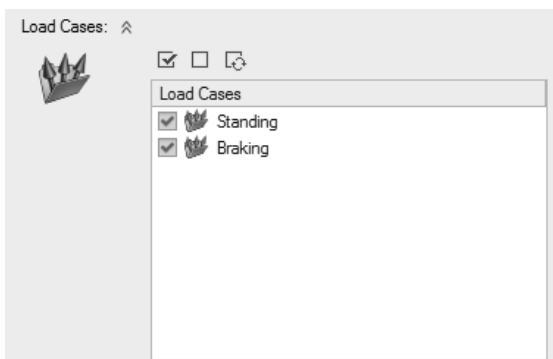

图 7-16
5) 单击载荷工况旁边的  按钮，如图 7-16 所示。在默认情况下，优化会在制动和直立两种载荷工况下运行。